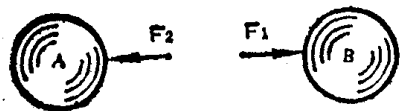

图1-5 作用力与反作用力
3. 第三运动定律（作用和反作用定律） 当物体A以力 $\overline{F}_1$ 作用在物体B上时，物体B必以力 $\overline{F}_2$ 作用在物体A上； $\overline{F}_1$ 和 $\overline{F}_2$ 在同一直线上，大小相等，方向相反。见图1-5。